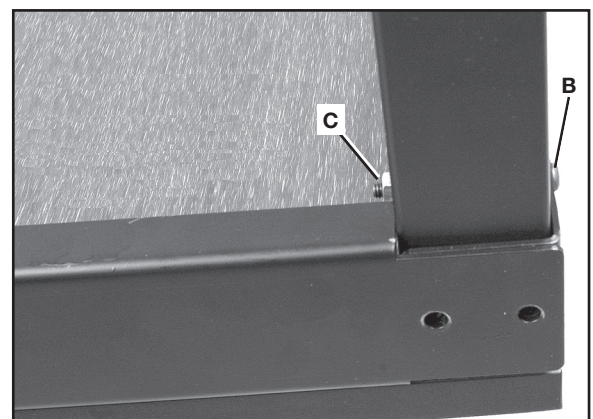

FIG. 2
3. Anexe la pata de la mesa a la tabla de banco con cuatro tornillos de casquete con cabeza de botón hueca hexagonal de 1/4-20 x 63,5 mm (2 1/2 pulgadas) (B) y tuercas de brida de 1/4-20 (C). Coloque los tornillos y las tuercas en la dirección que se muestra en la Fig. 2; las tuercas deben estar colocadas en los tornillos dentro de la mesa.